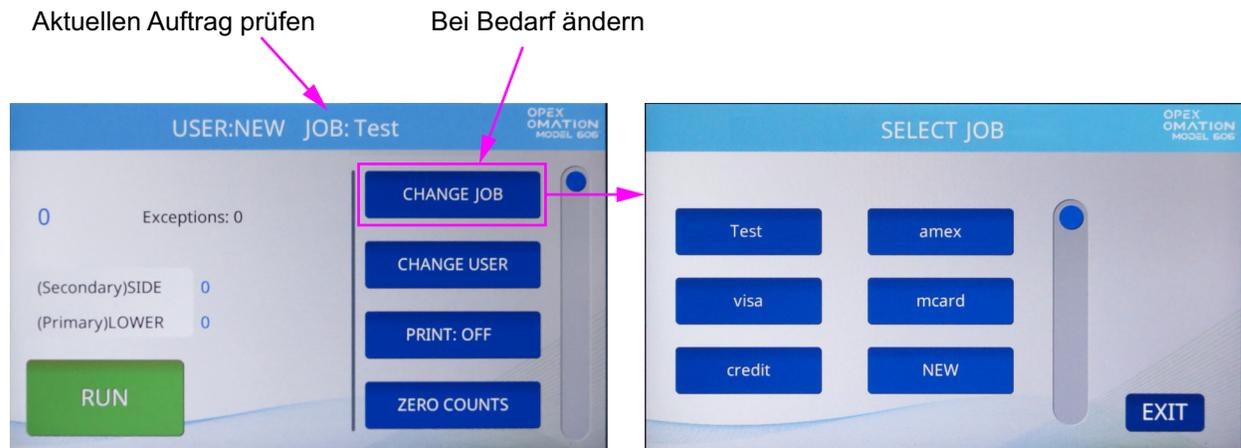

Abbildung 5-8: Überprüfung des aktuellen Auftrags
1. Überprüfen Sie auf dem Hauptbildschirm den aktuell ausgewählten Auftrag (Abbildung 5-8). Wenn Sie einen anderen Auftrag ausführen möchten, drücken Sie in der Liste rechts auf **CHANGE JOB (AUFTRAG ÄNDERN)**. Es erscheint der Bildschirm „Select Job“ (Auftrag auswählen). Wählen Sie den Auftragsnamen, und der OM606 kehrt zum Hauptbildschirm zurück und zeigt den neu ausgewählten Auftrag an.